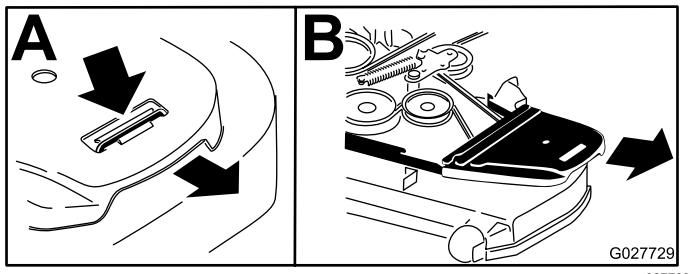

Figure 80
5. Déposez le protège-courroie en plastique (Figure 80).
4. Déposez les protège-courroies (Figure 80).